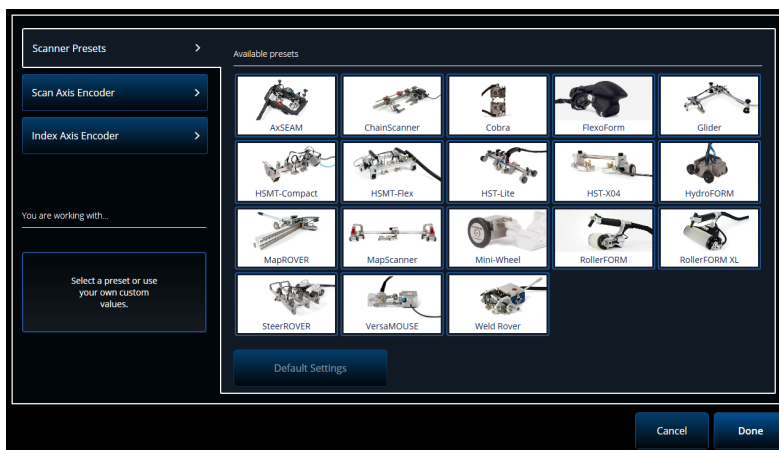

Figura 5-1 Lista de seleção das Scanner Presets (predefinições do escâner)
2. Selecione **Scan > Inspection > Encoders** (rastreamento > inspeção > codificadores) para acessar a tela de configuração do codificador e definir os parâmetros do codificador de acordo com as suas especificações (Figura 5-1 na página 204). Você pode usar um escâner predefinido ou editar os parâmetros para o eixo a partir deste menu.